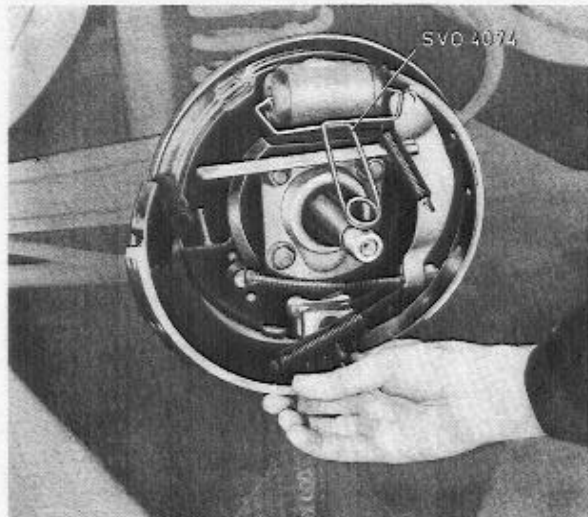

Abb. 27 Ausbau der Bremsbacken
3. Die Federklammer 999 4074 über den Radzylinder spannen, damit die Kolben nicht herausgedrückt werden. Obere Rückholfeder mit einer Bremsfederzange aushaken. Vordere Bremsbacke in die Nut des Bremsträgers herunterziehen, den Führungsstift auf der Rückseite des Bremsträgers gegenhalten, die Sicherungsscheibe am Führungsstift drehen und abnehmen. Bremsbacke herausnehmen, siehe Abb. 27.